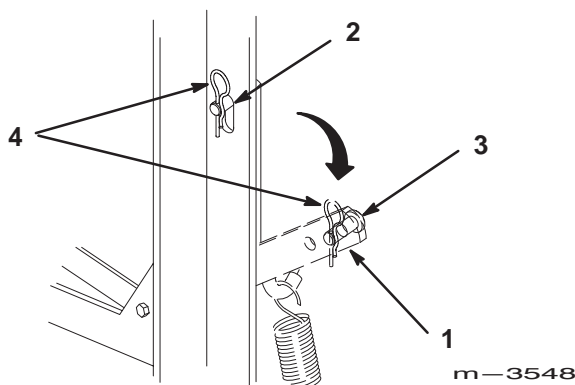

Bild 42
3. Schieben Sie den unter Federdruck stehenden Spannarm hinter dem Ventilator an der linken Seite der Maschine nach oben, um den Druck auf den Lastösenbolzen zu entspannen (Bild 42).
4. Entfernen Sie den Splint und Lastösenbolzen aus dem Schlitz im Rahmen und lassen die Spanscheibe nach unten ab, um den Riemen zu spannen (Bild 42).
5. Bringen Sie den Splint und Lastösenbolzen zum Einlagern in dem äußeren Loch am Spanscheibenarm an (Bild 42).